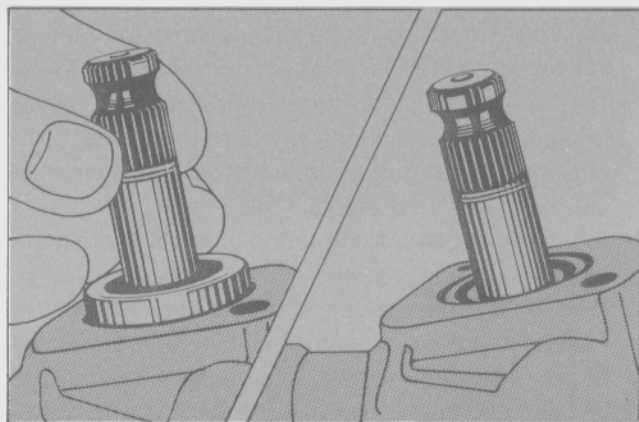

Fig. 12 - Instalación del conjunto de piñón y cojinete superior.
- Colocar el cojinete superior en el eje del piñón e instalar el conjunto en el alojamiento de la carcasa. El estriado del piñón tiene una estría flanqueada por dos zonas lisas: esta estría debe apuntar, al final del armado, hacia el extremo que se acoplará a la rueda derecha del vehículo. (Fig. 12).